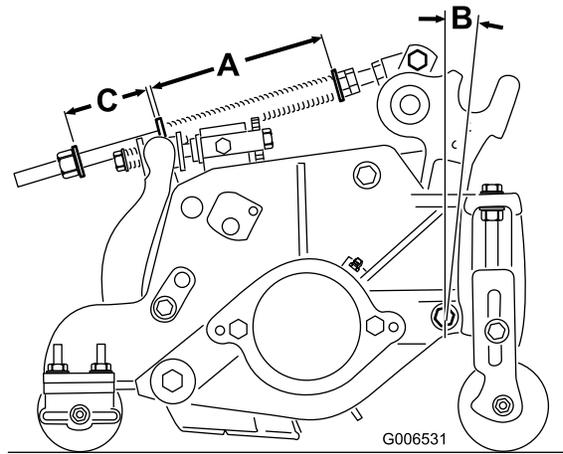

Figura 21
La molla di compensazione del manto erboso (Figura 21) trasferisce il peso dal rullo anteriore a quello posteriore, per contribuire a ridurre l'ondulazione del manto erboso, detta anche fluttuazione o bobbing.
1. Serrate il dado di bloccaggio a tergo dell'asta della molla fino ad ottenere una luce di 51 mm tra la parte posteriore della staffa a molla e la parte anteriore della rondella (C) (Figura 21).
2. Serrate i dadi esagonali sul lato anteriore dell'asta della molla, finché la lunghezza compressa (A) della molla non è di 15,9 cm (Figura 21).
Nota: Per il taglio di tappeti erbosi ondulati, aumentate la lunghezza compressa (A) della molla e l'ampiezza (C) di 13 mm (Figura 21).